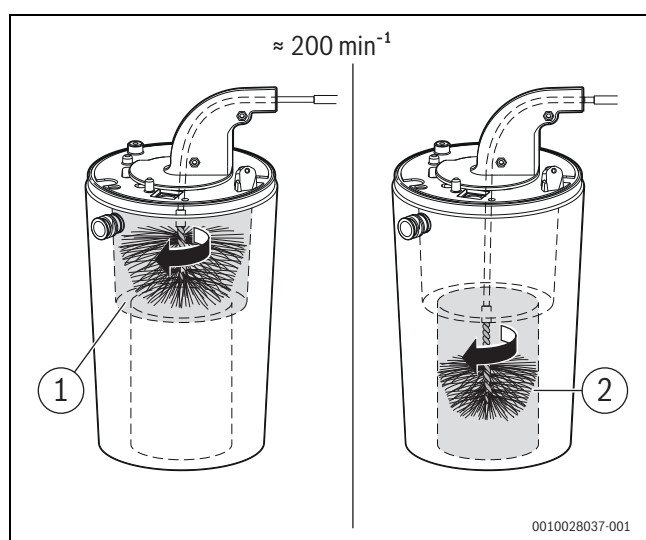

Fig. 58 Nettoyage du corps de chauffe (env. 200 tr/min, rotation à droite uniquement)
- Répéter le processus avec la petite brosse pour la zone inférieure (→ fig. 58, [2]).